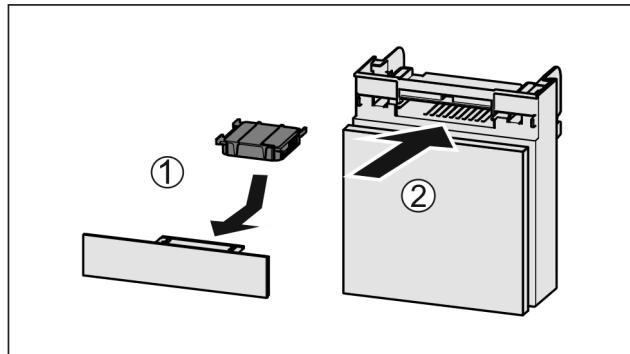

Fig. 150
- Aktivkohlefilter nach Abbildung einsetzen Fig. 150 (1).
- Fach einschieben Fig. 150 (2).